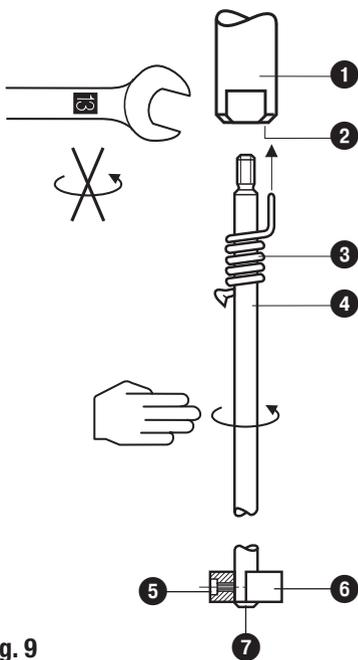

Fig. 9
1. Atornillar la prolongación del electrodo ④ en el electrodo de medición ①. **Fig. 9**
3. Marcar la distancia en la prolongación del electrodo ④.
4. Desatornillar la prolongación de electrodo ④ del electrodo de medición ① y acortarla.
5. Después del control visual, atornillar firmemente la prolongación ④ en el electrodo de medición ①. Desplazar el resorte de seguridad ③ en la prolongación de electrodo ④, hasta que éste quede fijado en el taladro ②.
6. Montar la ampliación de la superficie de medición: Colocar ahora la arandela ⑥ en la prolongación de modo tal que la prolongación sobresalga 2 mm del lado inferior de la arandela. Fijar ahora en esta posición la arandela con el tornillo prisionero ⑤. Presionar la arandela de seguridad ⑦ adjunta desde abajo sobre la prolongación del electrodo contra la arandela ⑥.